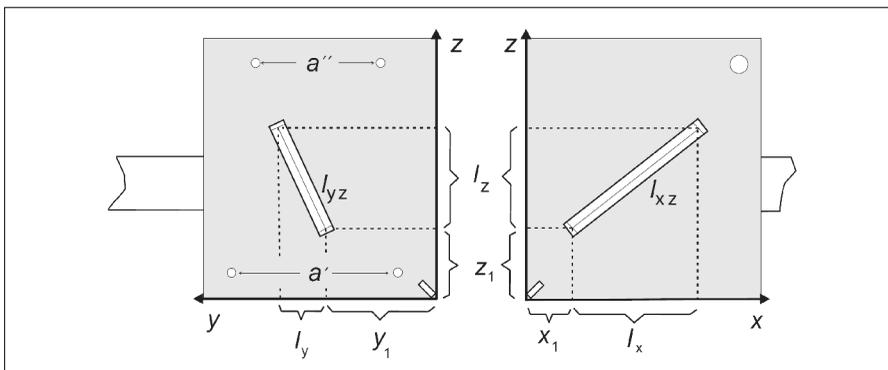

Abb. 5: links: Projektion des Metallstiftes in die yz-Ebene (blaue Seite des Würfels)
- Legen Sie die entwickelten Filme mit den Projektionen der xz - und yz -Ebene auf den Betrachter (**Abb. 5**) und vermessen Sie die Strecken l_x , l_y und l_z und berechnen Sie l nach **Formel (3)** sowie die Richtungswinkel α , β und γ . **Achten Sie darauf, dass der im Bild sichtbare Teil der Halterung horizontal ausgerichtet ist.**
- Eine Länge von $a = 25$ mm ist dafür auf der blauen Seite des Würfels unten und auf der zugehörigen Rückseite oben markiert worden. In der yz -Projektion erscheinen diese Längen als Abstand zweier Punkte unten und oben auf dem Film (**Abb. 5**).